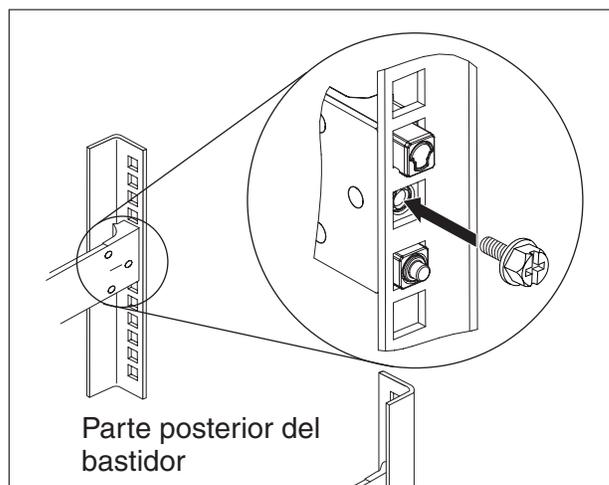

Figura 9. Fijación del dispositivo en los rieles deslizantes del bastidor
4. Fije los rieles deslizantes del dispositivo en el bastidor, como se muestra en la Figura 9: